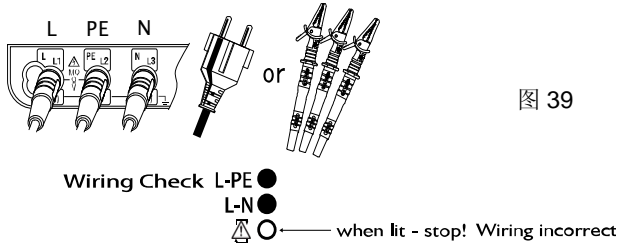

图 39
- 测试线插入仪器。(图.39)
- 连接后, 按测试键前请确认LCD上的接线检测标志状态显示正常(图39)。
若显示的接线检测标志状态与图39不同或出现 标志, 表示接线错误, **请勿继续测试**。请调查错误原因并修正。